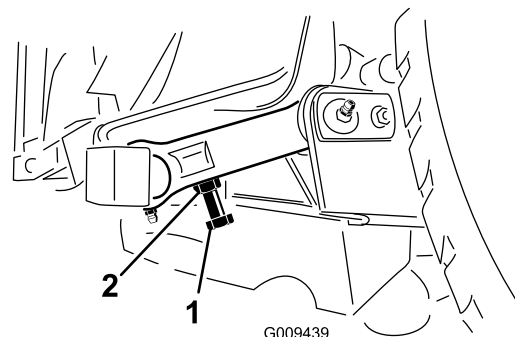

Figure 28
3. Pour ajuster la distance, localisez le boulon de réglage sur la bielle de pivot arrière du plateau de coupe (Figure 28).